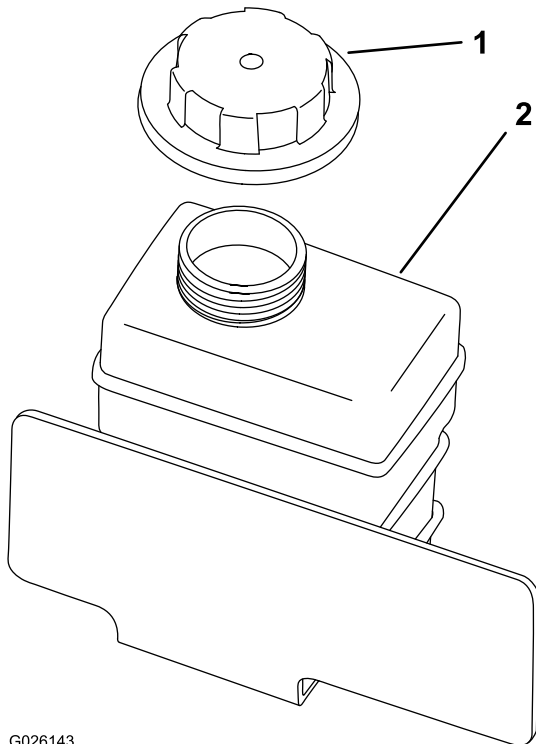

图55
8. 缓慢向储液箱加注冷却液直至液位达到加油颈底部图55。
9. 安装储液箱盖图55。